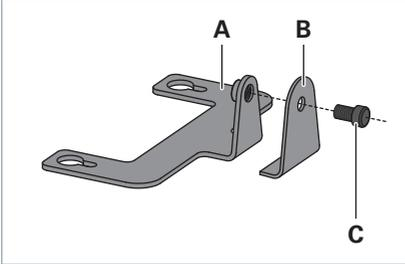

Fig. 8: Montera hållvinkel.
- ▶ Montera hållvinkeln genom att förbinda vinkel **A** och vinkel **B** med skruven **C**, se Fig. 8.